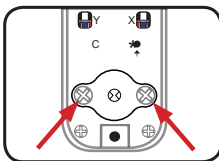

Fig.1
1. Retournez le clavier et retirez les 2 vis de chaque côté du carré du fourreau selon la Fig.1.